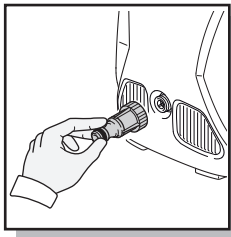
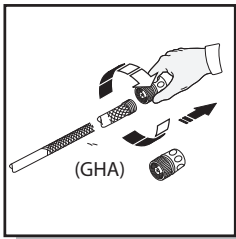
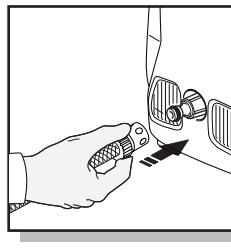

Fig. 12
Fig. 13
Fig. 14
- En primer lugar, quite la tapa de plástico de transporte sobre la admisión de agua en la parte delantera de la hidrolavadora. Conecte el adaptador de plástico transparente atornillándola en la entrada de agua (Fig. 12). Está bien apretado a mano. Siguiente tornillo en el collar azul/negro el accesorio a su manguera de jardín (Fig. 13). Deslice el collar en azul/negro claro el adaptador (Fig. 14), se hará "clic" en su lugar. El agua está ahora conectado a la fuente de la arandela.